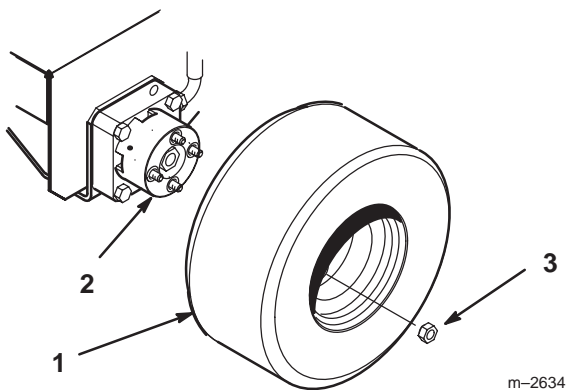

Figure 2
1. Fixez les roues aux moyeux à moteur avec 8 écrous (Fig. 2). Serrez les boulons à 75 Nm.